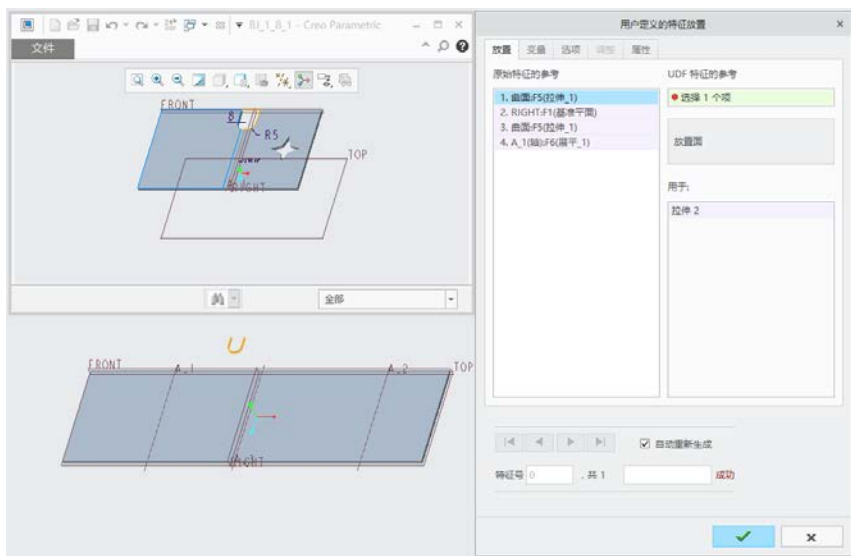

图 1-295 弹出的图形窗口和对话框
(3) 此时，出现图 1-295 所示的图形窗口和“用户定义的特征放置”对话框。在“用户定义的特征放置”对话框中打开“放置”选项卡，在“原始特征的参考”列表框中选择第 1 个参考，并在当前展平的钣金件中选择图 1-296 所示的零件面作为放置面（草绘平面）。